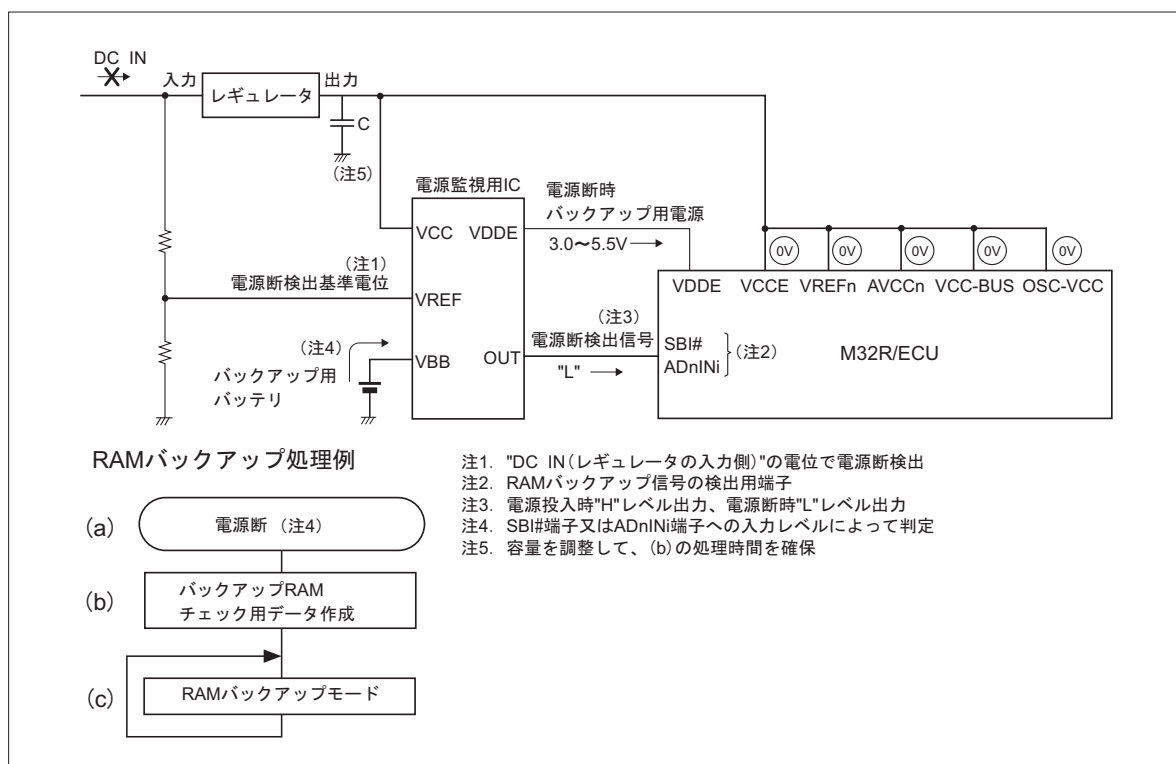

図17.2.3 電源断時のRAMバックアップ時の状態
図17.2.3に電源断時のRAMバックアップの状態を示します。電源オフすると電源監視用ICによって、バックアップ用バッテリーから電流が供給されます。また、電源監視用ICの電源断検出信号端子から"L"レベルが出力され、SBI#端子またはADnINi端子は"L"レベルになりRAMバックアップ信号の発生となります(図17.2.3の(a))。電源断検出判定は、電源断時のソフトウェア処理時間を確保するため、必ず"DC IN(レギュレータの入力側)"の電位で行う必要があります。
(1) RAMバックアップモードから通常モードに復帰したときに、RAMのデータが正常に保存されていたかのチェック用データを作成(図17.2.3の(b))
(1)の設定後、VCCへの電流の供給が無くなると、VDDE端子は3.0V~5.5V、その他の端子は0Vになり、M32R/ECUはRAMバックアップモードになります(図17.2.3の(c))。